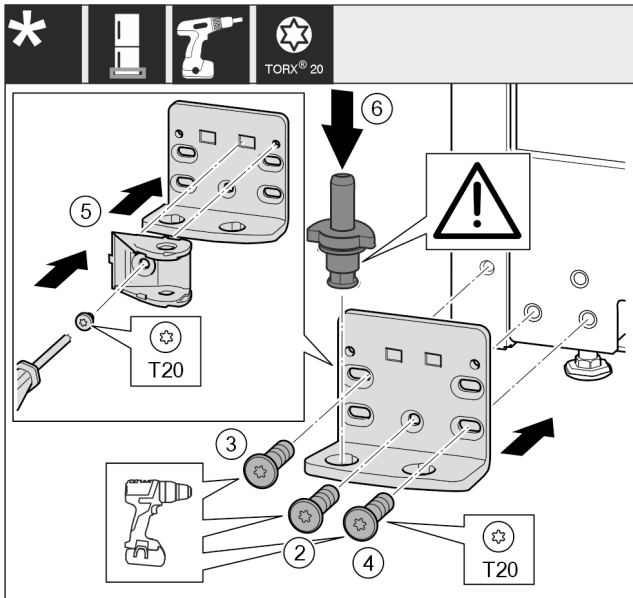

Fig. 49 \*
- ▶ Установите опорный кронштейн с другой стороны и прикрутите с помощью отвертки. Начинать с винта Fig. 49 (2) снизу в центре.\*
- ▶ Затяните винт Fig. 49 (3) и винт Fig. 49 (4).\*
- ▶ Поверните соединительный элемент амортизатора закрывания дверей Fig. 49 (5) на 180°. Прикрутите с другой стороны опорного кронштейна с помощью отвертки.\*
- ▶ Снова установите опорный палец Fig. 49 (6) в сборе. При этом проследите за тем, чтобы выступ фиксатора был направлен назад.\*